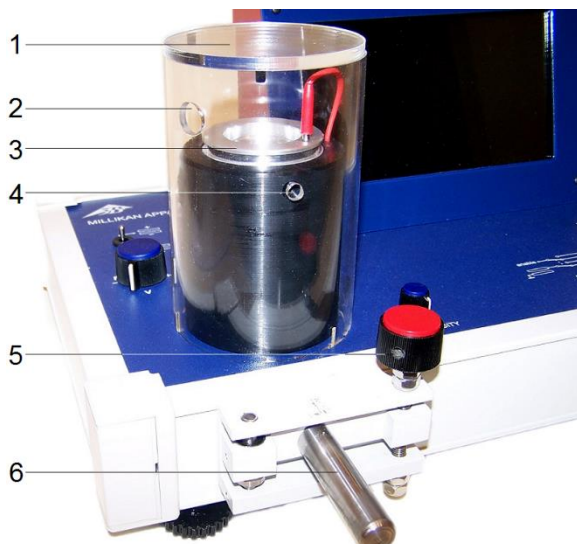

Fig. 2 Camera sperimentale:
- Ruotare il regolatore verticale in senso orario fino alla battuta (v. Fig. 2).